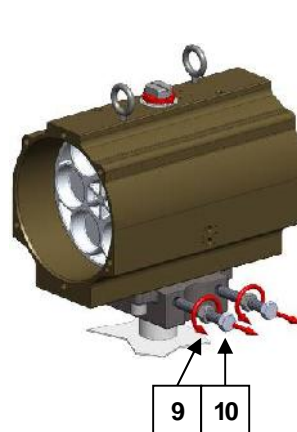

Fig.8
7. Allentare i dadi ( 9 ) e svitare completamente entrambe le viti ( 10 ) vedi Fig. 8 ;